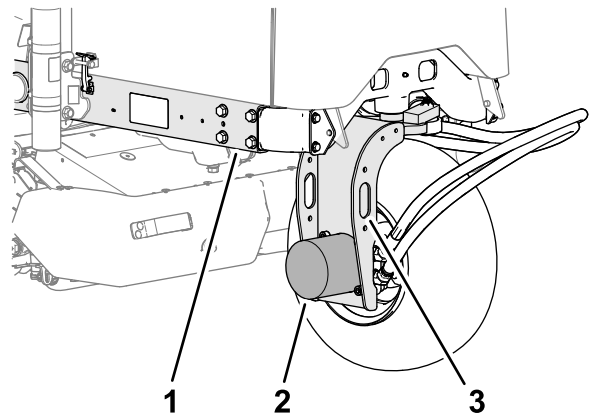

Figura 55
2. Fissate il paranco all'anello di ancoraggio della forcella della ruota posteriore (Figura 55).